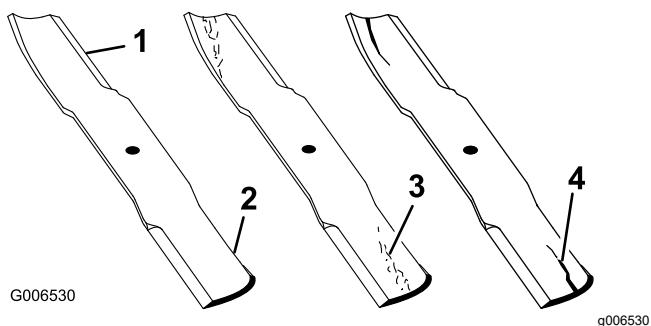

Figure 53
- Examinez le tranchant des lames (Figure 53).
- Remplacez immédiatement toute lame fendue, usée ou qui présente une entaille sur cette partie (Figure 53).